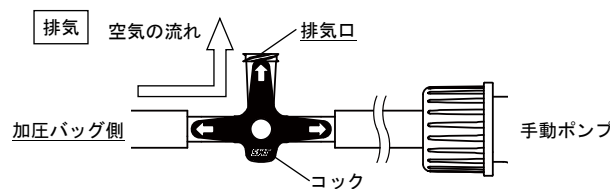

図 4
- **9. 投与を終了した後（投与開始から目安として15分経過後）、三方活栓のcockを図4のように合わせ、排気口から加圧バッグ内部の空気を排出し、栄養剤容器を取り出します。